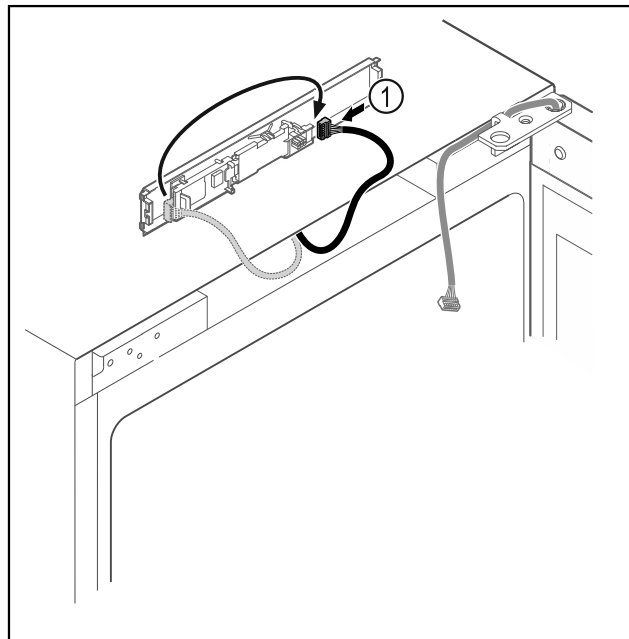

Fig. 14
- ▶ Vtič Fig. 14 (1) ponovno povežite s tiskanim vezjem.